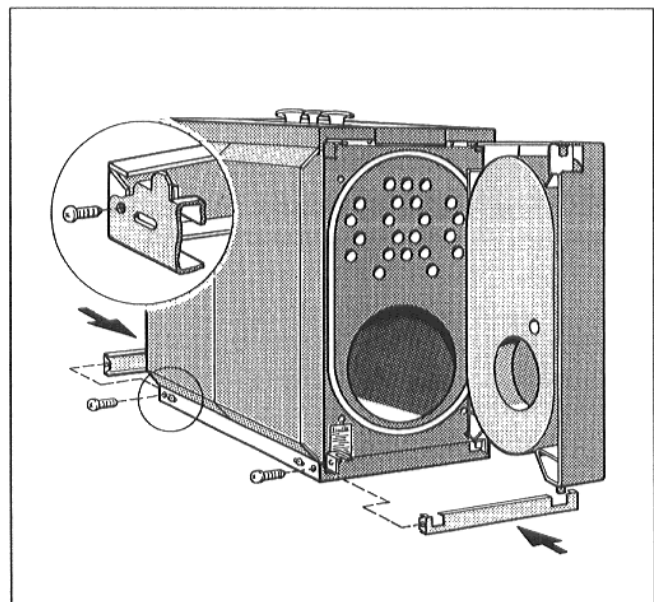

Рис. 15 Принципиальное изображение
- Привинтить переднюю и заднюю рамную планку к боковым рамным планкам, используя для этого по 2 самонарезных винта (Рис. 15).